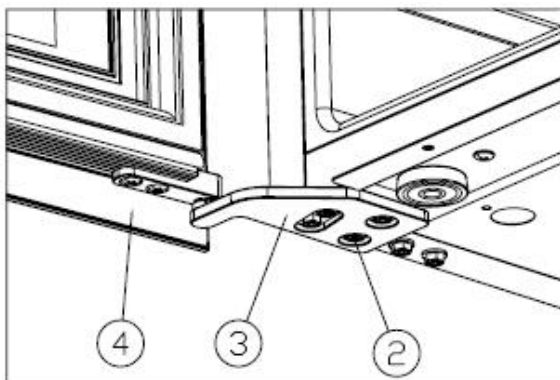

Abb. 5
- ✧ Das obere Scharnier montieren ③ und die M5*16-Schrauben anziehen ②.[Abb. 5]